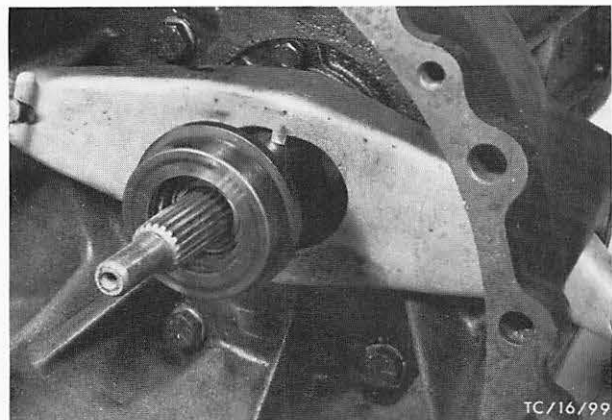

Abb. 120 Kupplungsschwinge mit Drucklager montieren
61. Kupplungsgehäuse anschrauben und Schwinge mit Kupplungsdrucklager montieren. Abb. 120.